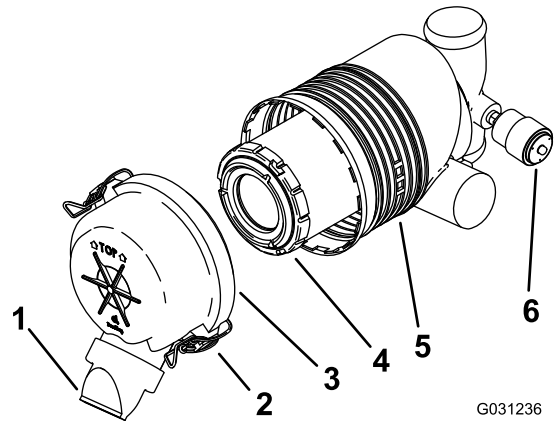

Figure 44
**Important:** Faites l'entretien du filtre à air uniquement quand l'indicateur de colmatage est rouge (Figure 44). Changer le filtre à air prématurément ne fait qu'accroître le risque de contamination du moteur par des impuretés quand le filtre est déposé.
4. Déverrouillez le filtre à air et détachez le couvercle du boîtier du filtre (Figure 44).
1. Sortez l'élément filtrant du boîtier du filtre à air avec précaution (Figure 44).
4. Posez l'élément filtrant avec précaution (Figure 44).
5. Reposez le couvercle du filtre à air, le côté portant l'inscription « TOP » en haut, et fermez les dispositifs de verrouillage (Figure 44).